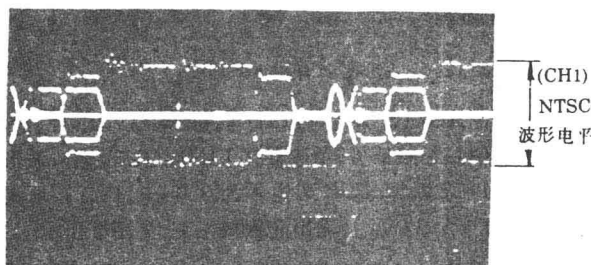

图 15 NTSC 1H 延迟线输出电平
(11) 特技 / EE 电压的确认: 数字毫伏表接 IC302(11)脚, 机器置重放状态, 要求毫伏表指示为 $2.5 \pm 0.5V$ 。
(12) H 延迟线输出的确认: PS303(4)输入 NTSC 彩条信号; PS302(7)输入 FM 信号, 示波器接 PS805(1), 机器置重放状态, 要求输出波形电平与标准值相等, 见图 15 所示。
(13) 2H 延迟线输出的确认: PS303(4)输入 PAL 彩条信号, PS302(7)输入 FM 信号, 示波器接